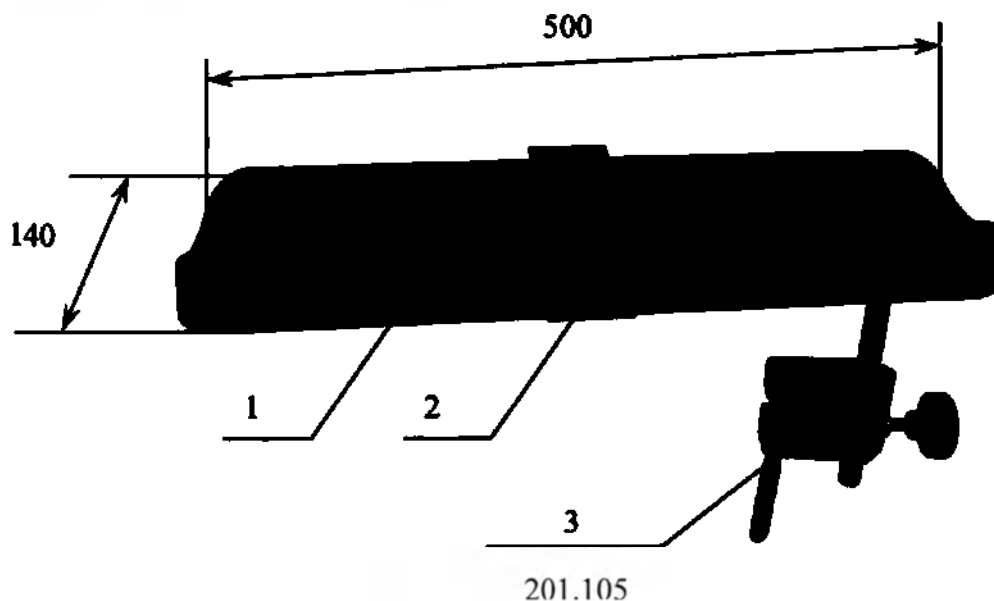

Рисунок 3. Столик для инъекций.
3. Столик для инъекций (опора для руки) (Рисунок 3). Профилированное ложе 1 из литого пенополиуретана, нержавеющей монтажные элементы. Регулируется по высоте и поворачивается вокруг вертикальной оси. Рентгенопрозрачен. Оснащен зажимом 201.105 и фиксирующим ремнем. Максимальная допустимая нагрузка – 15 кг.